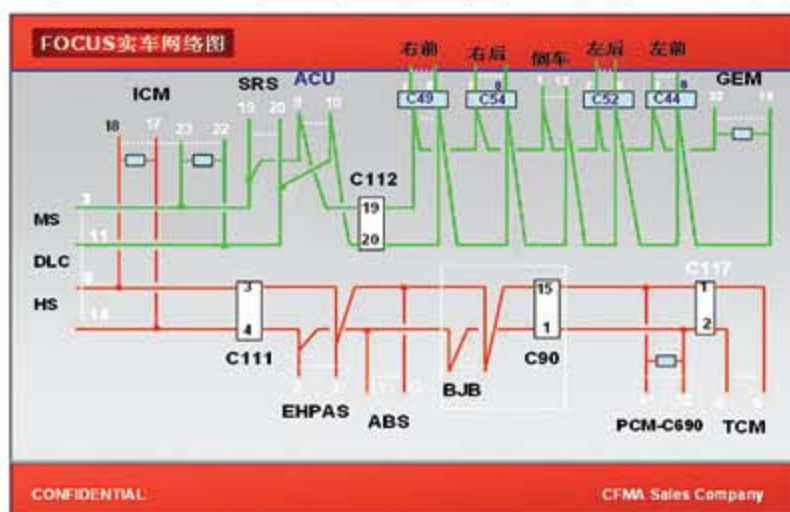

图 2
- 3). 我们首先连接故障诊断仪对车辆进行检测，设备显示了多个故障码，且这些故障码的含义大都是U、P开头的关于仪表和PCM的内容。鉴于有CAN网络的相关故障码，笔者怀疑网络电压异常，于是决定在诊断接口处测量网络电压。根据该车的网络图(图2)，笔者利用万用表测量发现，HS-CAN网络电压及电阻均正常；MS-CAN的+、-端子均无电压，终端电阻为60Ω，正常。在该车的MS-CAN网络系统中，2个端电阻分别安装在通用电器模块GEM和仪表控制单元ICM上，为此我们决定对它们进行重点检查。当笔者在检查GEM的供电、搭铁时发现，为GEM供电的熔丝F46断路，但检查相关线路并未发现有短路的地方。在将该熔丝更换后，起初反复试车玻璃升降功能均正常，但在多次操作后故障再次出现。